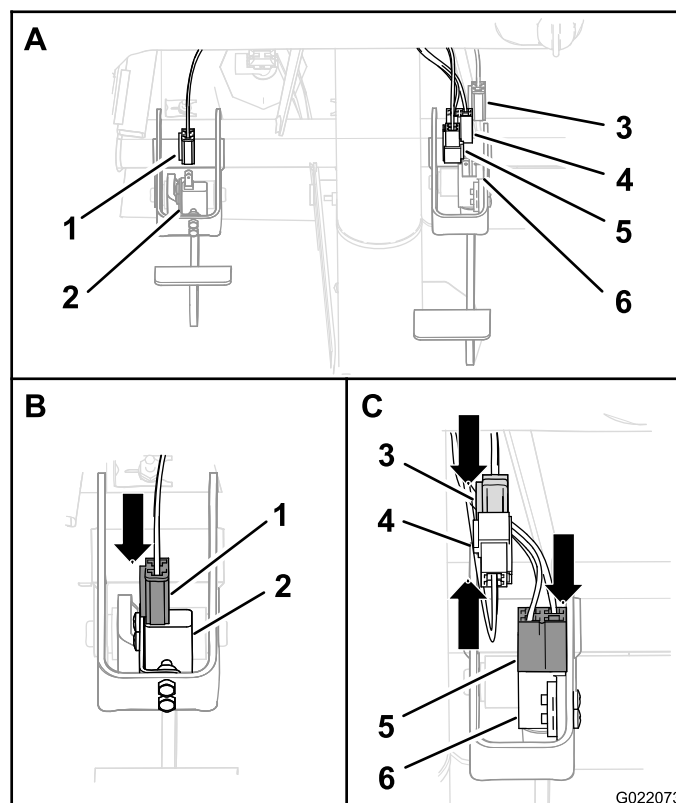

Figura 12
2. Collegate il connettore a 2 prese al microinterruttore della frizione (Figura 12).
- A. Collegate il connettore a 4 prese al contattore del freno (Figura 12).
- B. Collegate il connettore a 2 pin del cablaggio preassemblato del ruttore al connettore a 2 prese del cablaggio della macchina (Figura 12).